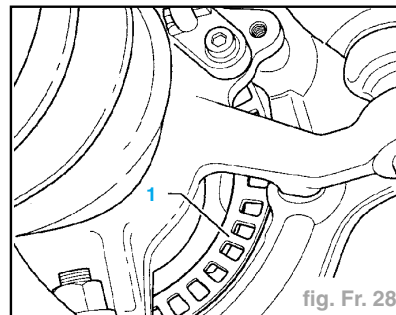

fig. Fr. 28
- Contrôler, en tournant la roue, si le rotor (1) n'est pas endommagé (fig. Fr. 28).